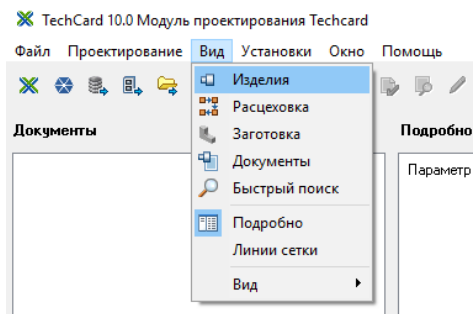

Рисунок 4.4 – Включення вікон проектування
3. Відкрийте вікна **Изделия**, **Расцеховочный маршрут на изделие**, **Заготовка и вспомогательные материалы на изделие**, **Документы на изделие** через відповідні пункти головного меню **Вид** (рис. 4.4). Розташуйте їх на екрані так, щоб вони не перекривались.